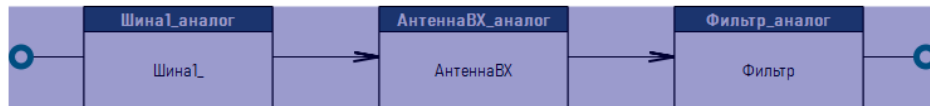

Рисунок 327 – Выделенное последовательное соединение блоков
1) Выделить соединение блоков, нажав левой кнопкой мыши по пустому месту между блоками (рисунок 327).